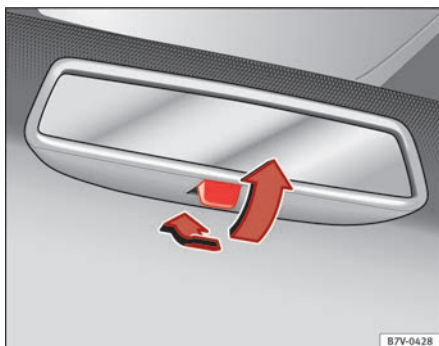

Abb. 72 Manuell abblendbarer Innenspiegel.
- Zum Abblenden Hebel nach hinten ziehen ⇒ Abb. 72.